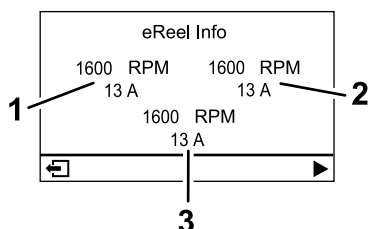

Figure 22
- **Écran d'information moteur UC (Figure 22) :** indique le régime et le courant du moteur de chaque unité de coupe.